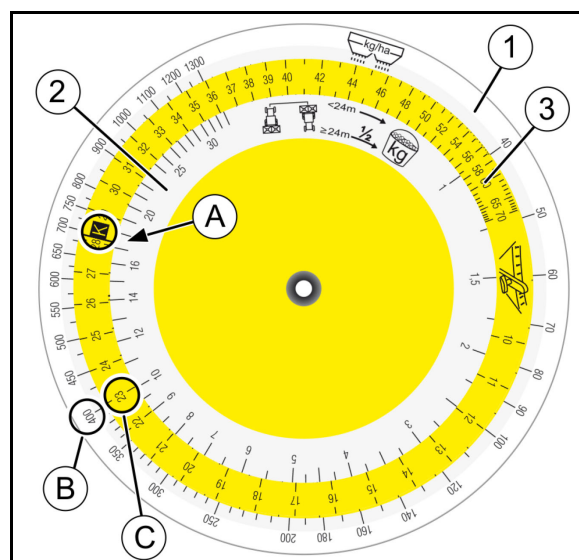

Fig. 69
1. Fjern vingemutteren (Fig. 69/1).